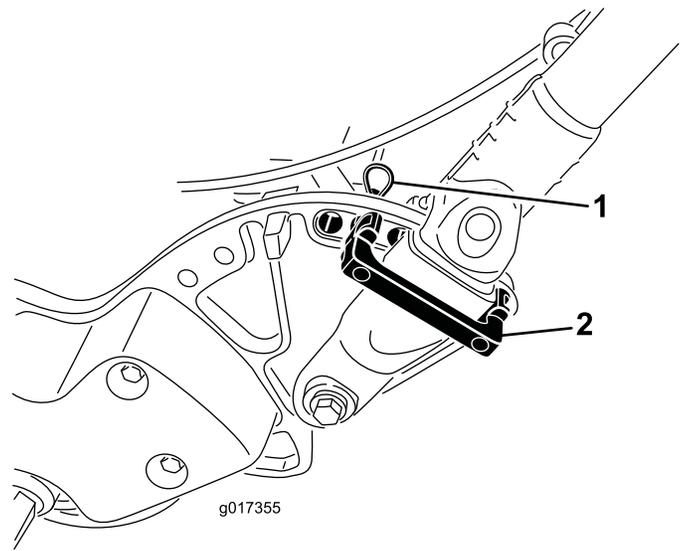

图28
1. 卸下剪草机各侧手柄卡环上的发卡销（图28）。
2. 当撑住手柄时，取下两侧的发卡销，然后将手柄旋转到所需的操作位置（图28）。